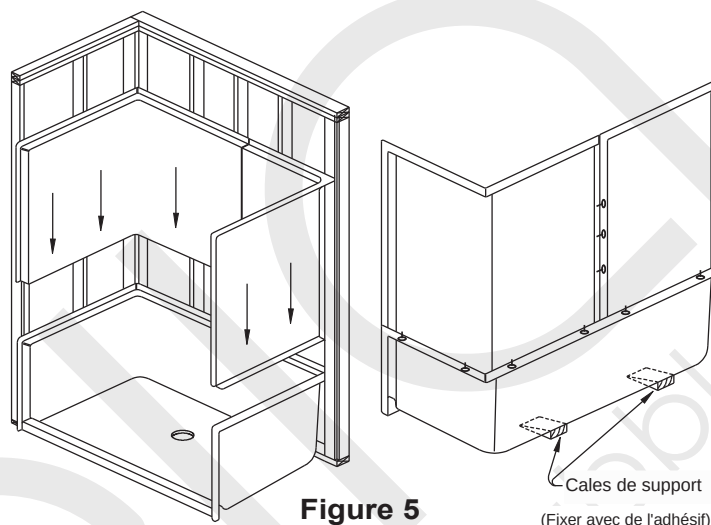

Figure 5
1. Installez l'ensemble de vidange et/ou de trop-plein sur l'unité en suivant les instructions du fabricant de la vidange. Placez des cales de support sous le bord arrière et fixez-les. Placez l'unité de base à l'emplacement d'installation. Mettez l'unité à niveau. Un minimum de deux cales doit être utilisé pour un soutien adéquat. (Voir Figure 5). Revérifiez le niveau et fixez la base aux montants d'ossature avec des vis galvanisées 6D.
3. Placez les parois sur le dessus de la base en alignant les trous avec les goupilles. Pour les unités en trois et quatre pièces, installez d'abord la paroi gauche. Répétez la même opération pour la paroi droite. Pressez tous les joints ensemble pour assurer un ajustement serré. Essuyez tout excès de mastic. Voir Figure 5